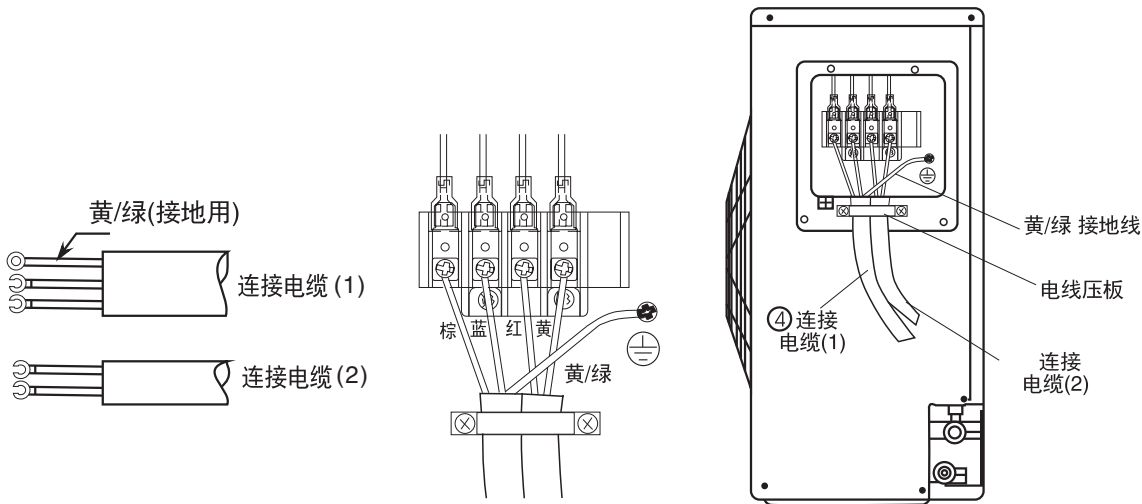

图16
- (1) 把连接电缆按电气接线图所示正确地牢固连接。(图16)(紧固力矩8~15kgf · cm)
- (2) 用电线压板将连接电缆压住后用螺钉紧固。
- (3) 必须将黄/绿线接至带有 “⊕” 标志的端子上。